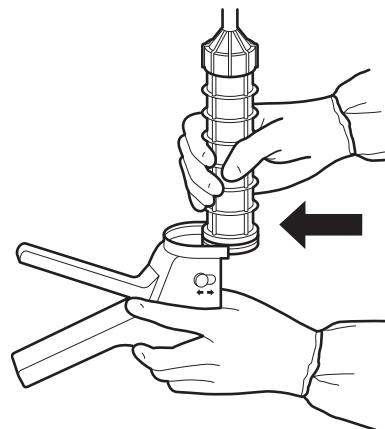

Abbildung 3
- Eine volle Kartusche mit Applikationsdüse in den Kartuschenanschluss einlegen (Abbildung 3). Zum Füllen der Applikationsdüse die Zementpistole senkrecht halten und den Auslöser ziehen, bis der Knochenzement an der Spitze der Düse angekommen ist. Die Zementpistole ist jetzt zur Abgabe von Knochenzement bereit.